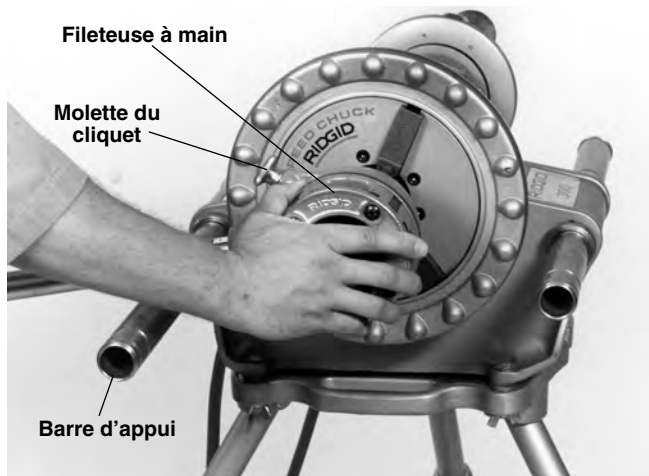

Figure 7 – Enfilage de la fileteuse à main sur le tuyau afin d'engager les filières
- Reposez le bras du cliquet de la fileteuse à main sur la barre d'appui côté gauche (en regardant de face le système d'entraînement – *Figure 7*).
8. Poussez la tête de filière contre le tuyau avec la paume de votre main droite jusqu'à ce que les filières engagent le tuyau. Une fois engagés, les filières monteront d'elles-mêmes sur le tuyau pour effectuer le filetage (Figure 7).